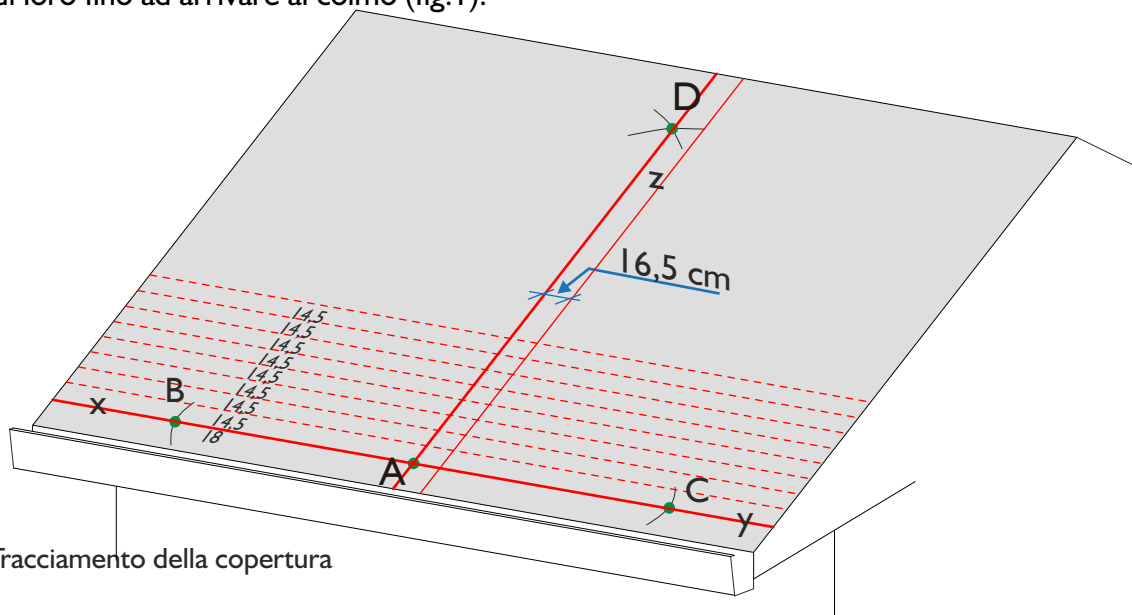

Fig. 1 - Tracciamento della copertura
- Partendo dalla linea xy tracciare delle linee orizzontali e parallele alla stessa, ad una distanza di cm 14,5 fra di loro fino ad arrivare al colmo (fig. 1).